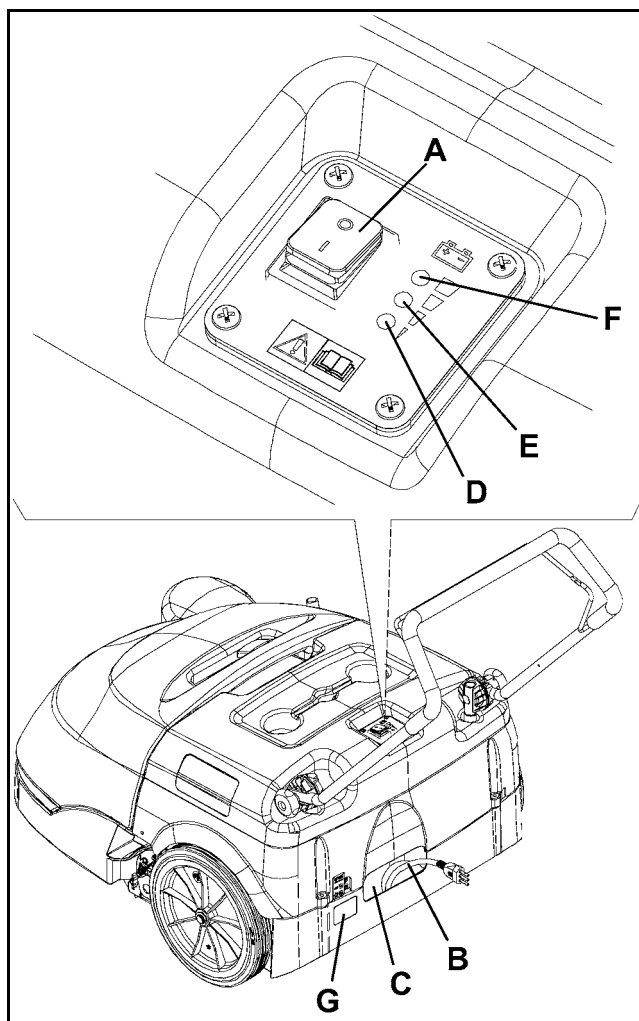

Figure 21
2. Positionner l'interrupteur général (A, Fig. 21) sur "0".
3. Déposer le câble (B, Fig. 21) du chargeur de batterie du logement (C) et le brancher au réseau électrique.
Avant de brancher le câble (B, Fig. 21) du chargeur de batterie au réseau électrique, s'assurer que la tension en Volt et la fréquence en Hz du réseau coïncident avec la tension et la fréquence indiquées sur la plaque avec numéro de série (G, Fig. 21) de la machine.
4. Pendant le cycle de chargement de la batterie, le témoin lumineux rouge (D, Fig. 21) s'allume avant le témoin lumineux jaune (E).